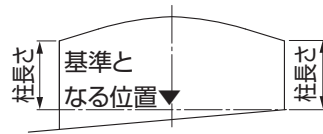

図2-2
- 柱は基準となる位置から同じ高さとしてください。高さが違う場合は、ワイド棟木部に水がたまり、漏水するおそれがあります。(図2-2参照)
- ① 左右の梁を梁連結金具と【9-4】、【9-6】、【9-5】、【9-7】で接続してください。
- ② 梁接続部にワイド棟木取付金具を【9-8】で取付け、ワイド棟木を【9-8】で固定してください。